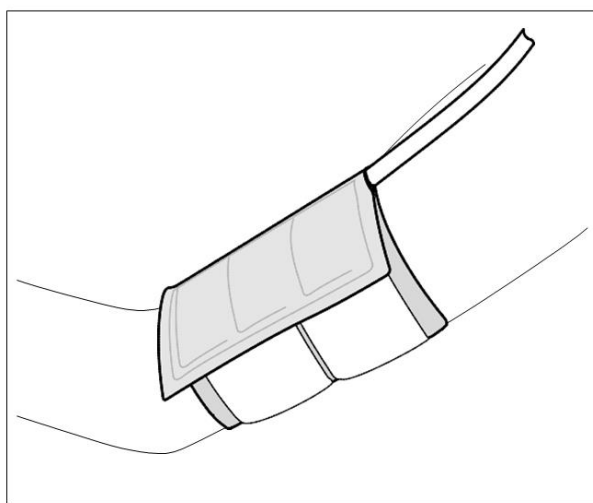

Abbildung 13: Anlegen der Manschette
- der Anschluss Schlauch nach oben zur Schulter zeigt (Abbildung 13)